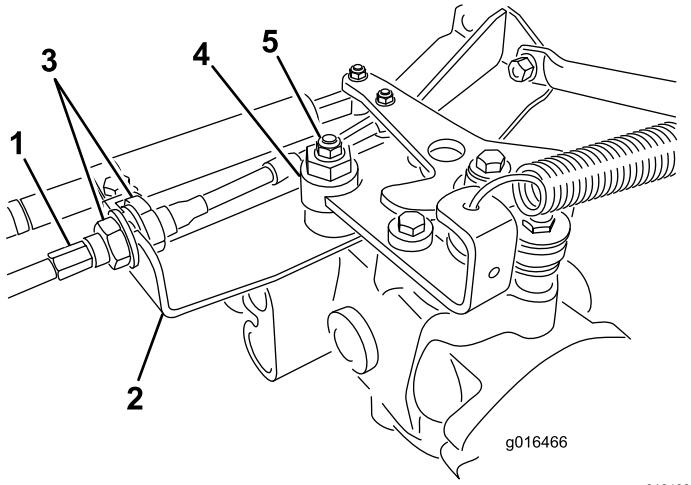

Bild 41
- A. Lösen Sie beide Klemmmuttern, mit denen der Fahrantriebs-Bowdenzug am Schott am Hydrostat befestigt ist (Bild 41). Achten Sie darauf, dass die Klemmmuttern gleichmäßig gelockert sind und eine ausreichende Einstellung ermöglichen.
**Hinweis:** Lösen Sie die Mutter, mit der der Exzenter oben am Hydrostat befestigt ist (Bild 41).
- E. Ziehen Sie die Mutter fest, wenn sich das Rad nicht mehr dreht, um den Exzenter und die Einstellung zu arretieren (Bild 41).
- G. Ziehen Sie die Sicherungsmuttern, mit denen der Bowdenzug am Schott befestigt ist, gleichmäßig von der Innenseite des Schotts fest (Bild 41). Verdrehen Sie nicht den Bowdenzug.